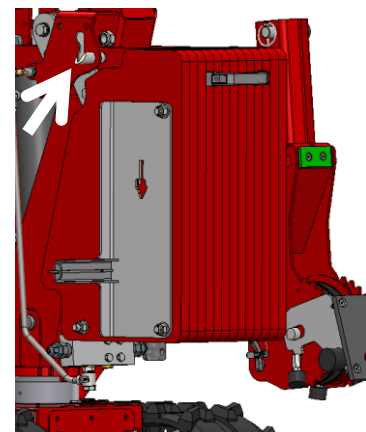

Abbildung 52
- Entriegeln Sie den Ballast, indem Sie die Lasche am Sicherungsstift drehen oder herausziehen (Abbildung 52).